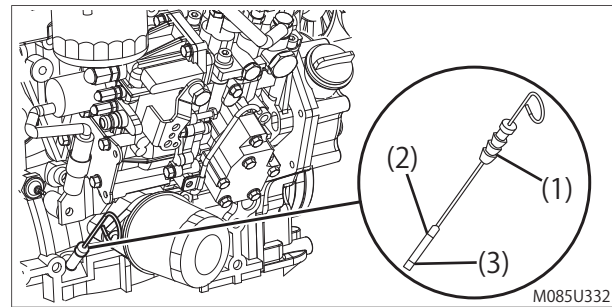

Abb. 7-3
- (1) Vergewissern Sie sich, dass die Maschine waagrecht steht.
- (2) Vergewissern Sie sich, dass der Motor und alle Systeme abgeschaltet und die Notschalter nicht betätigt sind.
- (3) Ziehen Sie den Ölmesstab heraus (Abb. 7-3, 1) und wischen Sie ihn mit einem sauberen Tuch ab.
- (4) Führen Sie ihn danach wieder bis zum Anschlag in das Ölmesstabrohr ein.
- (5) Ziehen Sie ihn erneut heraus. Der Ölstand stimmt, wenn der Pegel zwischen der oberen (siehe Abb. 7-3, 2) und der unteren Markierung (siehe Abb. 7-3, 3) auf dem Ölmesstab steht.
- (6) Führen Sie den Ölmesstab wieder bis zum Anschlag in das Ölmesstabrohr ein.
- (7) Füllen Sie gegebenenfalls Öl nach.